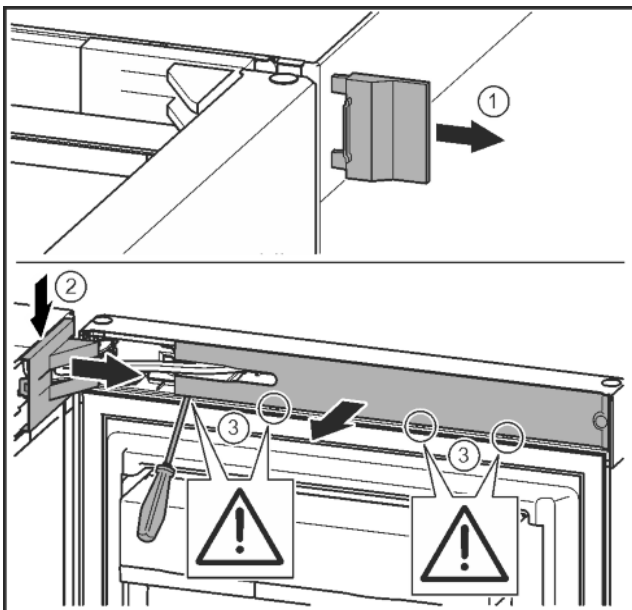

Fig. 12
- ▶ Äußere Abdeckung abnehmen. Fig. 12 (1)
- ▶ Lagerbockabdeckung ausrasten und lösen. Lagerbockabdeckung abnehmen. Fig. 12 (2)
- ▶ Blende mit Schlitzschraubendreher ausrasten und zur Seite schwenken. Fig. 12 (3)